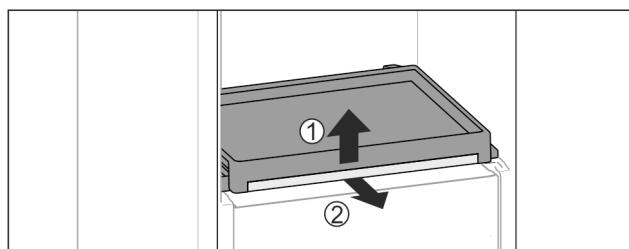

Fig. 111
- ▶ Retirar el estante extraíble con la plancha de cristal: levante ligeramente la parte delantera de la plancha de cristal Fig. 111 (1) y extráigala hacia delante Fig. 111 (2).